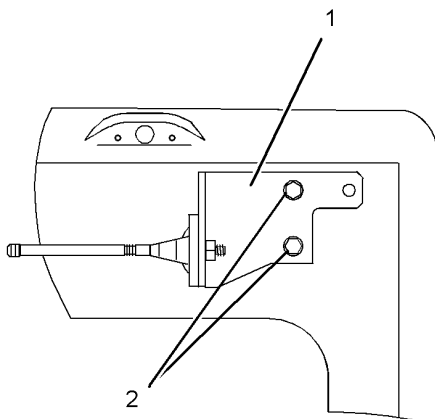

Fig. 365
- b. Montér beslaget (1) igen med boltene (2) placeret i de to øverste huller på beslaget. Se fig. 365.